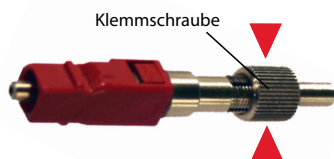

Bild 4 Klemmschraube für POF\* Kabelmantel
- Durch das Anziehen (so fest wie möglich von Hand) der hinteren Klemmschraube (s. Bild 4) wird das POF\*-Kabel im Steckverbinder festgeklemmt.